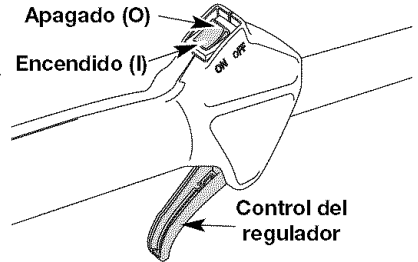

Fig. 2
NOTA: No hay necesidad de girar la unidad. Encendido/de parada el control (Fig. 2) está en la posición de trabajo siempre (I).
2. Coloque el control de encendido y apagado en posición de APAGADO (O) (Fig. 2).